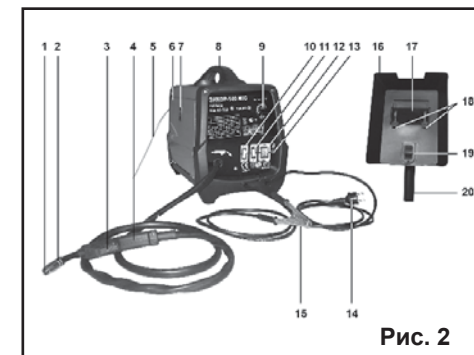

Рис. 2
7. УСТРОЙСТВО Рис. 2,3
8.1.3. Как показано на Рис.2, соберите защитный щиток (16). Рукоятка (20) и светофильтр (17) закрепляются на защитном щитке (16) при помощи зажимов - без применения вспомогательного инструмента.
Регулировка сварочного тока производится переключателями (10 и 11), Рис.2.
Регулировка скорости подачи сварочной проволоки производится ручкой регулятора (9), Рис.2.